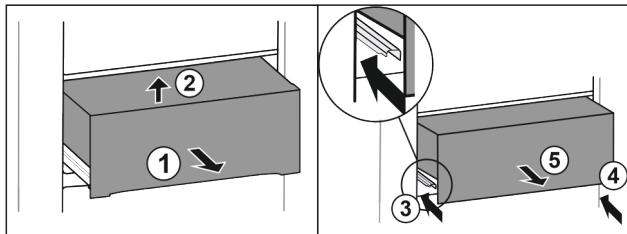

Fig. 30 *
- Вытяните выдвижной ящик наполовину Fig. 30 (1).*
- Приподнимите спереди Fig. 30 (2).*
- Вставьте левую направляющую Fig. 30 (3).*
- Вставьте правую направляющую Fig. 30 (4).*
- Извлеките выдвижной ящик движением вперед Fig. 30 (5).*